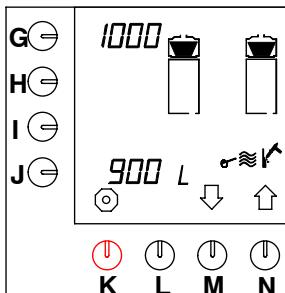

Fig. 39 Señal de descalcificación del sistema de preparación de café
- Apreta la tecla de selección (M.)↓ hasta que la fig. 39 aparezca en el display.